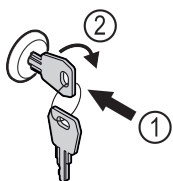

Fig. 170 Exempel
- ▶ Sätt in nyckeln Fig. 170 (1).
- ▶ Vrid nyckeln 90° medurs Fig. 170 (2).